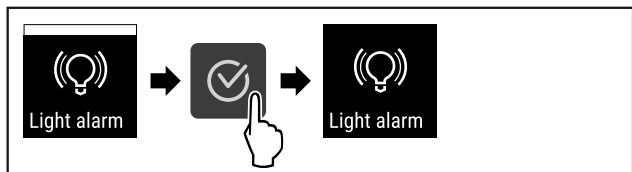

Fig. 99
- ▶ Obavite korake postupka (pogledajte Fig. 99).